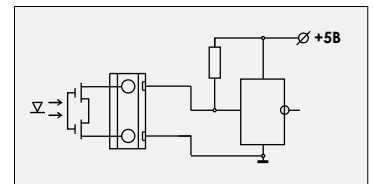

рис. 3
- ❖ **программная фильтрация помех и нестабильности показаний** (рис. 3) позволяет уменьшить влияние помех, возникающих в измерительном канале и нестабильности показаний, связанных с преобразованием сигналов. Применяется специализированный алгоритм, позволяющий пользователю наблюдать стабильность показаний при их максимально возможной достоверности. При необходимости пользователь может изменить соотношение "стабильность/достоверность" вручную, изменив коэффициент фильтрации в настройках прибора.
- ❖ **полупроводниковые оптоключи** (код - ПК, рис. 3). Могут непосредственно управлять исполнительными устройствами малой мощности (активными или реактивными) (реле, пускатели, лампы накаливания), а также использоваться в качестве ключей типа "сухой контакт" для передачи сигнала о состоянии управляющего устройства